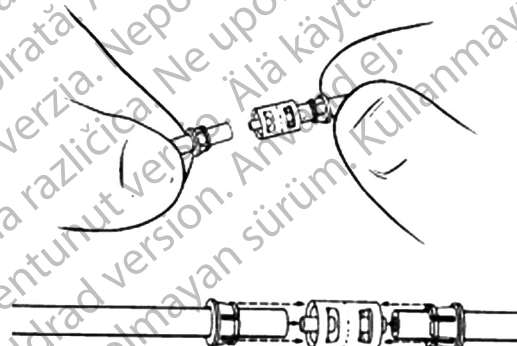

Figura 4-33. Inserimento del tubo nel connettore
4. Inserire l'estremità del tubo nel connettore. (Figura 4-33)
5. Inserire l'altra estremità del tubo nel connettore. (Figura 4-33)